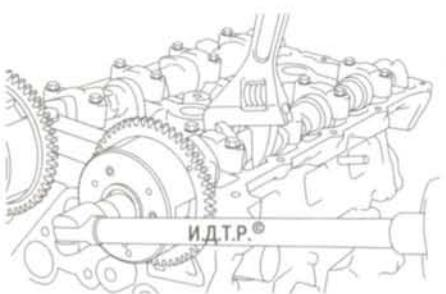

Рис. 5.19. Выворачивание болта крепления муфты распределительного вала впускных клапанов
5. Аналогичным образом снимите муфту системы изменения фаз газораспределения с распределительного вала впускных клапанов (рис. 5.19).